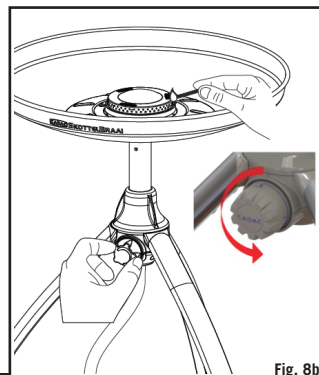

Fig. 8b
- Per accendere il dispositivo, usate un fiammifero o un accendino da barbecue. Aprite leggermente la valvola di controllo (K) come illustrato sotto "Informazioni generali" e accendete il fornello del dispositivo (G). Quando all'inizio è freddo, il dispositivo può essere acceso da sopra (v. Fig.8b) prima di disporre la superficie di cottura desiderata sulla casseruola di cottura (F).
- Il vostro dispositivo è dotato di un beccuccio dalla misura specifica (O), per regolare la quantità corretta di gas.
- Qualora il foro nel beccuccio (O) dovesse ostruirsi, si potrebbe avere una fiamma scarsa o del tutto assente. Non cercate di pulire il beccuccio (O) con uno spillo o altri strumenti simili, poiché ciò potrebbe danneggiare l'orifizio, il che potrebbe renderlo poco sicuro.
- Per sostituire il beccuccio (O): Svitare le 3 viti sulla copertura del relativo alloggiamento in basso e rimuovete la copertura.
- Rimuovete il complesso della valvola e del piatto di base svitando le sei viti autofilettanti che lo fissano all'alloggiamento dei treppiedi (J) e quindi rimuovete la valvola (M) dall'alloggiamento semplicemente facendola scivolare fuori.
- Il beccuccio (O) adesso sarà accessibile, in cima alla valvola (M).
- Svitare il beccuccio (O) dalla valvola (M) usando un'adeguata chiave fissa.